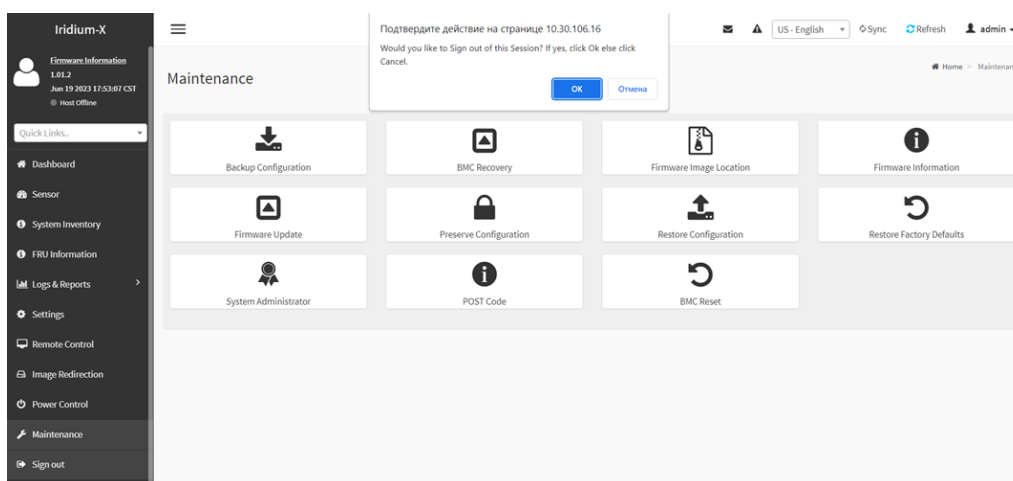

Рисунок 43 - Раздел «Sign out»
10) Раздел «Sign out» Выход из учетной записи (см. Рисунок 43).